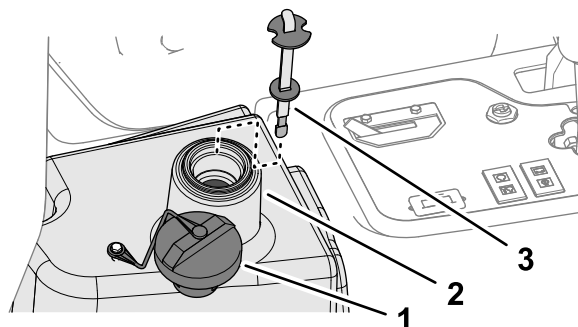

Figura 93
2. Limpe a zona em redor do tubo de enchimento e da tampa do depósito hidráulico (Figura 93) e retire a tampa.